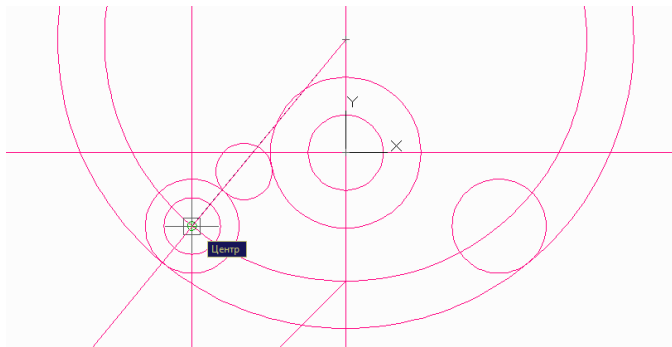

Рисунок 1.6 – Послідовність побудови графічної роботи «Плоский контур»
– побудова напрямку осьової лінії кіл радіусів **9** і **15**: увімкнути прив'язку *Center (Центр)* → вибрати команду *Ray (Промінь) Луч*  → зафіксувати курсором точку виходу променю в центрі кіл радіусами **77** і **92** → за другу точку прийняти центр кіл радіусів **9** і **15** (рис. 1.6);